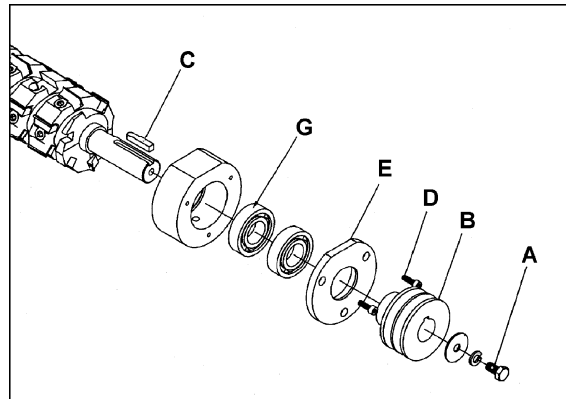

Рис. 33
головкой (А, Рис. 33), снимите шкив (В, Рис. 33) и шпонку (С, Рис. 33).
- Открутите винты (D, Рис. 33) с обеих сторон и снимите крышки подшипников (Е, Рис. 33).
ПРИМЕЧАНИЕ: На Рис. 33 изображена сторона ножевого вала со шкивом. Противоположная сторона ножевого вала в разобранном состоянии имеет похожий вид, детали приведены на сборочном чертеже на стр. 38.
ВАЖНО: Если подшипники (G, Рис. 33) необходимо заменить, компания Powermatic настоятельно рекомендует воспользоваться услугами квалифицированного специалиста по ремонту. Подшипники установлены с запрессовкой и должны быть извлечены с помощью съемника.